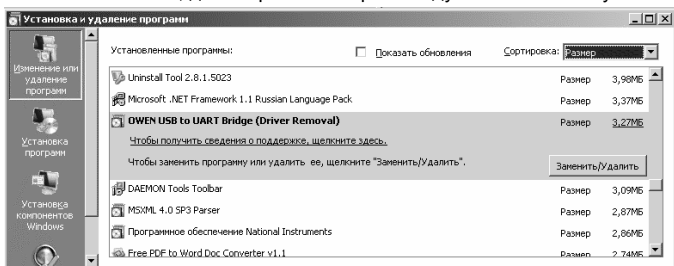

Рисунок 4.4 – Экранная форма установки и удаления программ
- в открывшейся экранной форме выбрать из списка программу «OWEN USB to UART Bridge» и нажать кнопку «Заменить/Удалить» (см. рисунок 4.4);